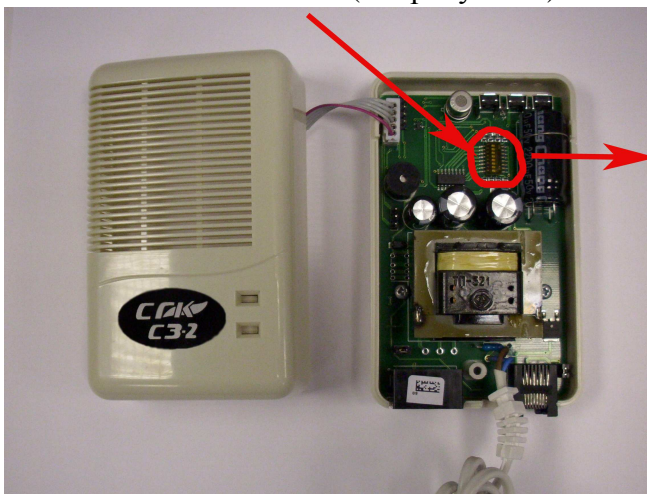

Рисунок 5. Сигнализатор СЗ-2. Вид со снятой передней панелью.
4. Одеть переднюю панель, совершив действия обратные п. 1 рис. 5-рис. 1. При этом убедиться в правильной установке кабельного ввода и не повредить питающие кабели.